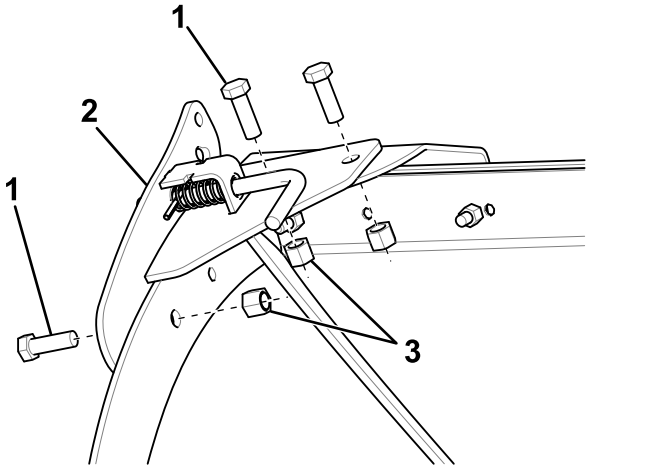

Figure 3
6. Fixez légèrement le support du ressort au côté de la lame chasse-neige avec un boulon (1/2 po) et un contre-écrou (Figure 3).
7. Fixez légèrement le support du ressort à la plaque de base à l'aide de 2 boulons (1/2 po) et contre-écrous (Figure 3).